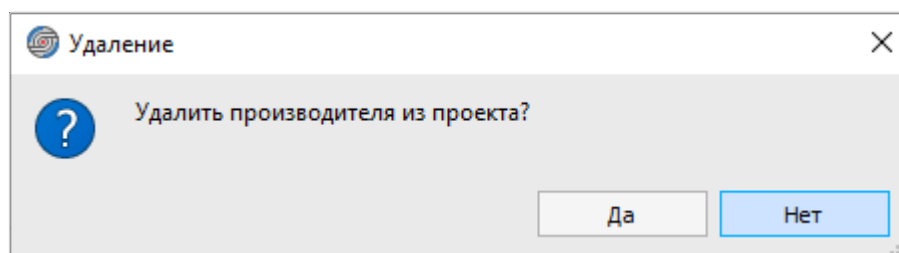

Рисунок 123. Диалоговое окно «Удаление производителя из проекта»
- 2) В открывшемся диалоговом окне «Удаление производителя из проекта» нажать на кнопку «Да» (см. рисунок 123).